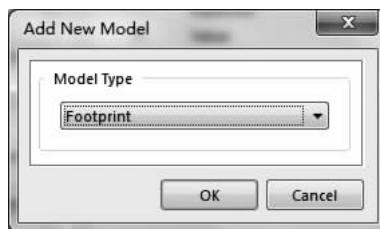

图 2-44 “Add New Model”对话框
(1) 单击“Add”按钮，系统会弹出如图 2-44 所示的“Add New Model”对话框。